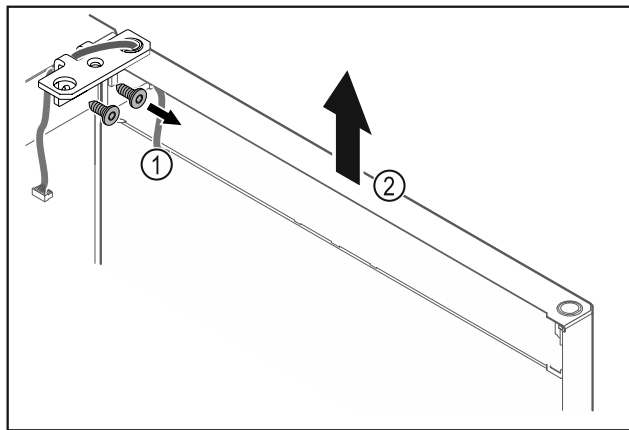

Fig. 28
- Skruva av gångjärnsfästet Fig. 28 (1).
- Lyft dörren rakt uppåt med gångjärnsfästet Fig. 28 (2) ca 200 mm och ta av den.